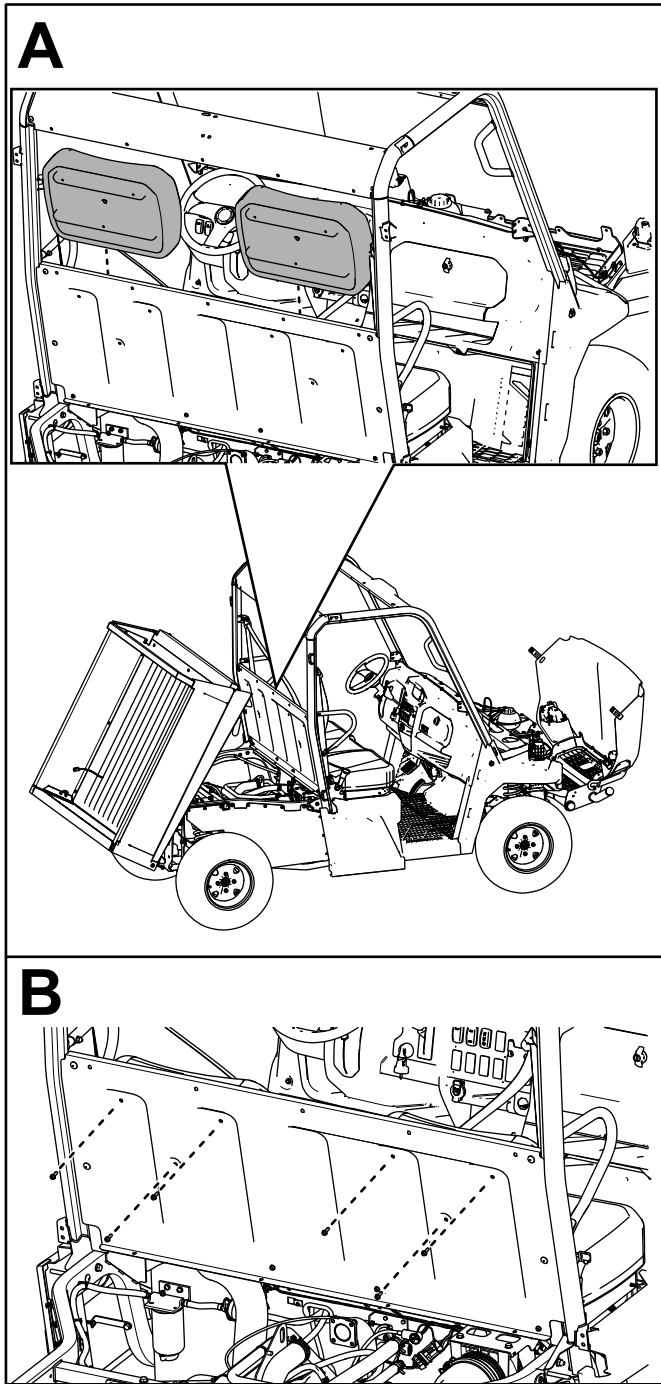

Bild 23
18. Befestigen Sie die beiden Rückenlehnen mit sechs Sechskantschrauben ($\frac{1}{4}$ " x $\frac{3}{4}$ ") an der Sitzplatte, wie in **Bild 23** dargestellt.